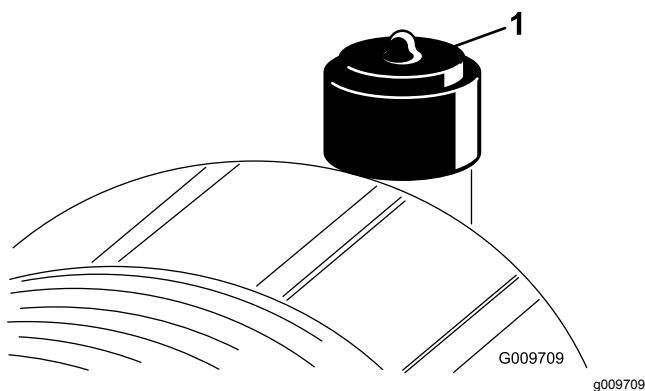

Figure 52
Faites l'entretien du filtre à air uniquement quand l'indicateur de colmatage (Figure 52) indique que cela est nécessaire. Ne remplacez pas le filtre à air plus fréquemment que nécessaire ; cela ne fait qu'accroître le risque de contamination du moteur par des impuretés quand le filtre est déposé.
2. Réarmez l'indicateur de colmatage (Figure 52) s'il est rouge.